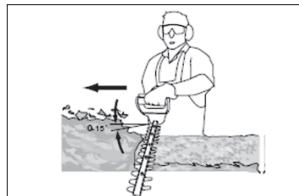

Fig.2
5. Dopo aver tagliato i lati, procedere verso l'alto. Cercare di mantenere il dispositivo di taglio inclinato di circa 15 ° rispetto alla superficie di taglio (Fig. 2).